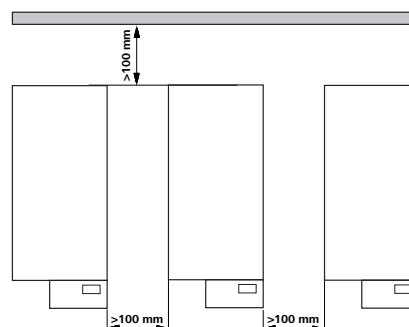

Fig. 2
- Observe as distâncias mínimas entre aparelhos, aparelho e parede e distâncias mínimas (mín. 800 mm) por cima do módulo. ver Fig. 2.